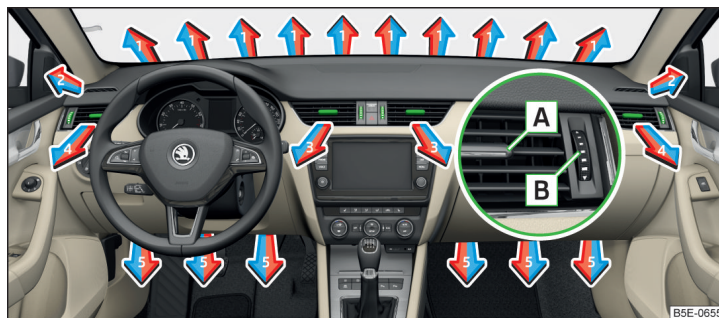
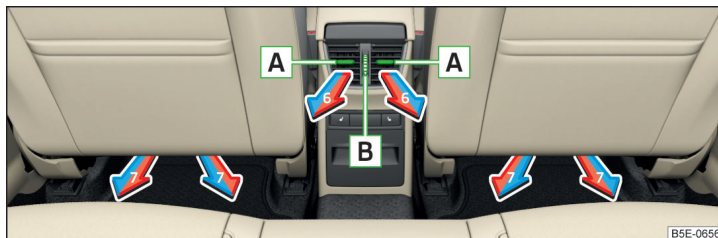

Fig. 132 Difusores de aire delanteros
Fig. 133 Difusores de aire traseros
En los difusores de aire **3, 4** » fig. 132 y **6** » fig. 133 se puede modificar el sentido de la corriente de aire, y los difusores se pueden también cerrar y abrir individualmente.
El ajuste de la dirección de corriente del aire se realiza por el desplazamiento del elemento de ajuste **A** » fig. 132 y/o » fig. 133 en la dirección deseada.
- » Para **abrir** el regulador **B** » fig. 132 y/o » fig. 133 girar hacia arriba.
- » Para **cerrar** el regulador **B** » fig. 132 y/o » fig. 133 girar hacia abajo.
| Ajustar la dirección de salida de aire | Difusores de salida de aire » fig. 132 y » fig. 133 |